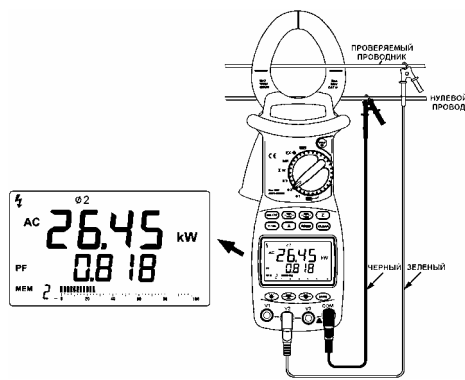

Рисунок 8. Измерение однофазной цепи
- Установите поворотный переключатель в любое из положений "Ø1", "Ø2" или "Ø3" и подключите соединительные провода из комплекта прибора к его входным гнездам согласно таблице 3 и выбранному положению поворотного переключателя (см. рис.8).
- активная мощность ("kW") и коэффициент активной мощности ("PF") (см. рис.8)